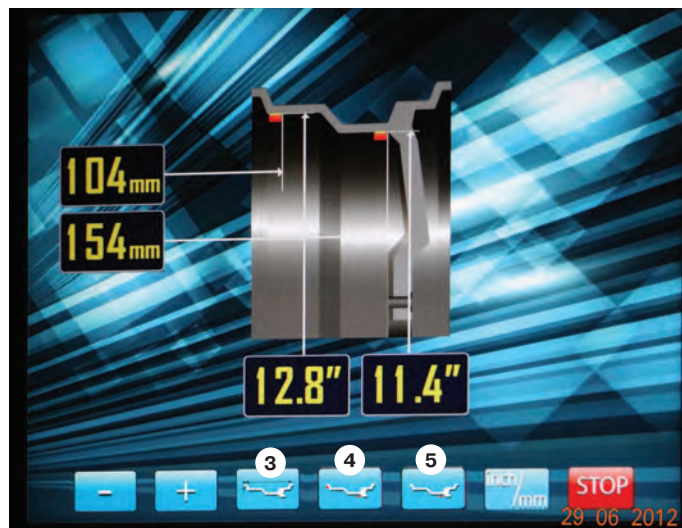

рис.11.1.
Выдвиньте штангу ввода параметров до места с левой стороны диска на его полке, где намереваетесь приклеить самоклеющийся груз и удерживайте её там до появления звукового сигнала. Затем выдвигайте штангу дальше к правой стороне диска, где намереваетесь приклеить второй груз и удерживайте её там до появления звукового сигнала. Станок автоматически определит программу ALU 2R и появится соответствующий экран ввода параметров рис.11.1.
11.3.3. В случае ошибки определения положения левого груза на пружинке или клеящийся, оперативная коррекция его положения осуществляется кнопкой 4 (рис.11.1 и 11.2). При необходимости оперативного включения режима статической балансировки нажмите кнопку 5.